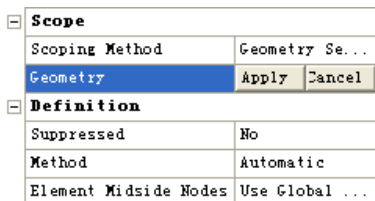

图 3-34 网格参数设置
**步骤 02** 在网格参数设置栏中选择 Scope→Geometry 选项,在图形区域选择应用该方法的体,单击 **Apply** (应用) 按钮,如图 3-34 所示。